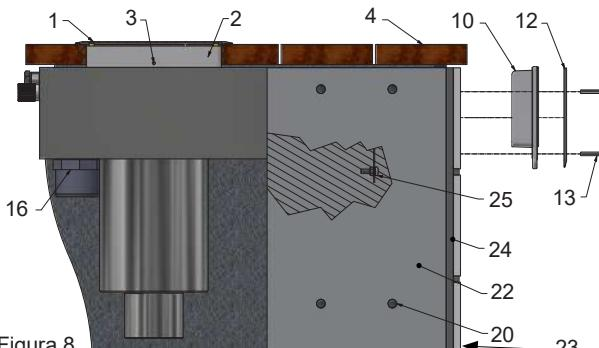

Figura 8.
8. Monte la tapa de la compuerta (17) y compruebe que esté montada correctamente en su sitio y pueda moverse.
9. Monte el marco de fijación (10) y el frontal (12) con los tornillos incluidos (4 uds. M5x40), consulte la figura 8.
12. El tubo de drenaje (14) se pega al manguito (15) con un pegamento para PVC adecuado y se monta en el desagüe de desbordamiento con la junta y la boquilla incluidas (16). Conecte los conectores del tubo a las extensiones.